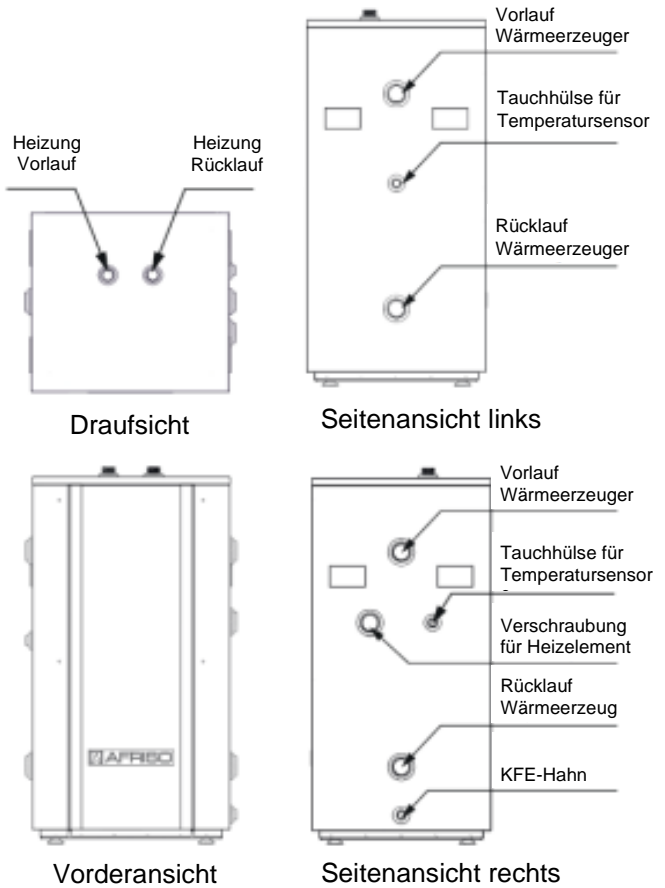

Abbildung 1. Beschreibung der Anschlüsse des Produkts
3. Schließen Sie den/die Wärmeerzeuger an die entsprechenden Anschlüsse auf der linken oder rechten Seite an (siehe Abb. 1).
6. Schrauben Sie die Tauchhülse für den Temperatursensor in den entsprechenden Anschluss (siehe Abb. 1).
7. Schrauben sie den KFE-Hahn in den entsprechenden Anschluss (siehe Abb. 1).
8. Verschließen Sie die nicht verwendeten Anschlüsse (siehe Abb. 1).